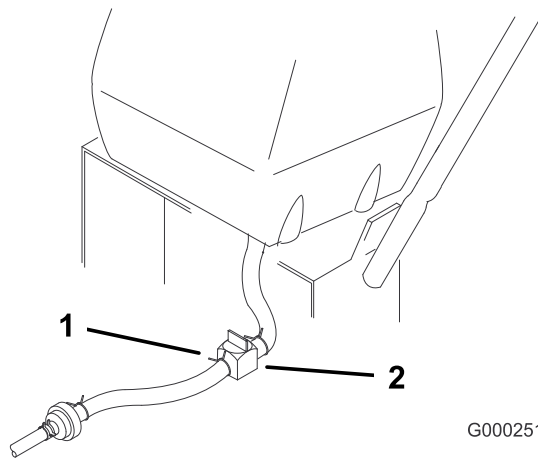

Bild 31
2. Schließen Sie den Kraftstoffhahn am Kraftstofftank (Bild 31).
3. Drücken Sie die Enden der Schlauchklemme zusammen und schieben Sie sie an der Kraftstoffleitung entlang, vom Kraftstofffilter weg (Bild 31).
4. Ziehen Sie die Kraftstoffleitung vom Kraftstofffilter (Bild 31). Öffnen Sie den Kraftstoffhahn und lassen Sie den Kraftstoff in einen Benzinkanister oder eine Auffangwanne ablaufen.
7. Öffnen Sie den Kraftstoffhahn am Kraftstofftank (Bild 31).
3. Schließen Sie den Kraftstoffhahn am Kraftstofftank (Bild 31).